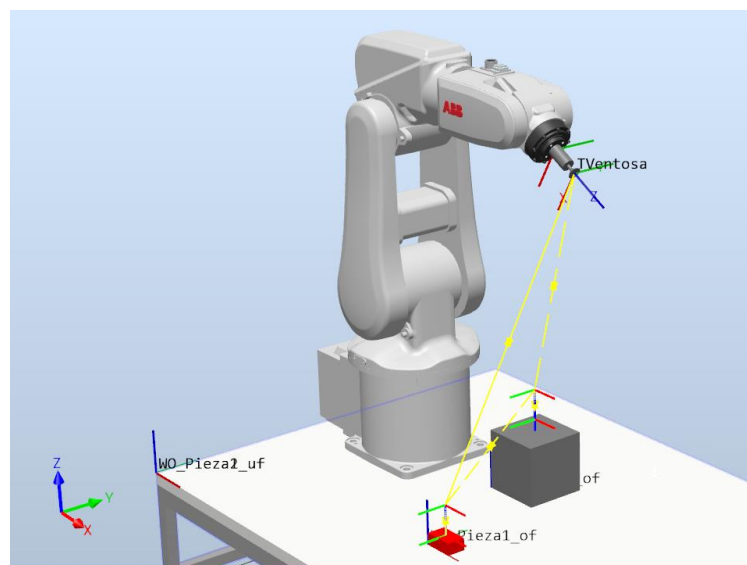

Figura 4. Estación de trabajo
En esta práctica se pretende construir una estación de trabajo como la mostrada en la Figura 4. Dicha estación de trabajo estará compuesta por un manipulador y una herramienta tipo ventosa, situados sobre una mesa, una pieza pequeña que será el objeto que se manipulará, y una pieza grande que será el soporte donde se situará la pieza pequeña. La trayectoria que deberá seguir el manipulador para coger y situar la pieza en el destino se muestra en amarillo. A continuación, se volverá a coger la pieza para llevarla a su situación inicial. En el campus virtual se ha dispuesto un vídeo donde se aprecia dicha trayectoria.
- ❑ Posicionar mesa para se sitúe de manera que la parte trasera del manipulador esté aproximadamente en el borde, y el robot esté centrado a lo ancho de la mesa tal y como muestra la Figura 4.